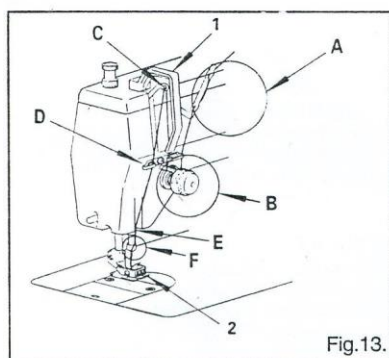

Fig.13.
12. Заправка нити в швейную машину (Рис. 13, 14, 15, 16)